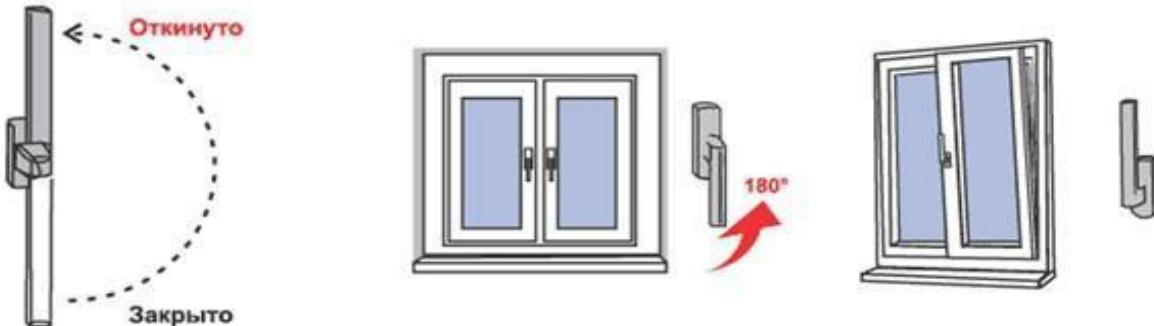

Рис. 2
2. Для перевода створки из закрытого положение в откидное, поворот створки относительно нижней горизонтальной оси, (положение «Откинуто» на Рис.2) ручку поворачивают вертикально на 180 градусов вверх, затем, потянув за ручку, поворачивают створку относительно нижней горизонтальной оси на заданный изготовителем угол (не более 10 градусов) (**откидной режим**).
3. Для запирания створки из открытого или откидного положения ее сначала закрывают и, придерживая створку рукой, поворачивают ручку вертикально вниз (положение «Закрыто» на Рис. 2).